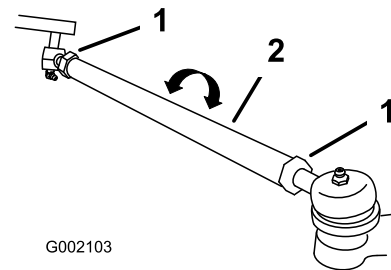

Figura 12
2. Se la misura non rientra nel range previsto (vedere le dimensioni ed i parametri riportati all'inizio di questa operazione), allentate i controdadi da ambo i lati dei tiranti (Figura 12).